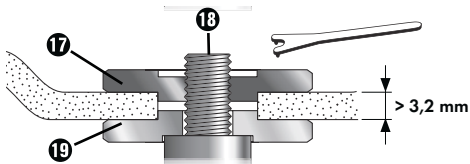

Abb. 2
**Bei dicken Schleifscheiben (siehe Abbildung 2):**